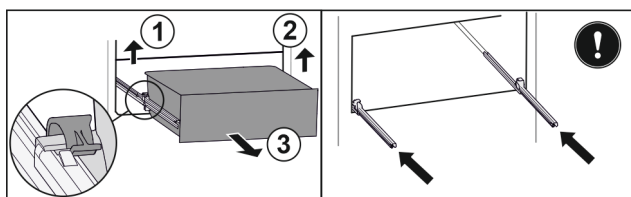

Fig. 211
- ▶ Приподнимите левый зажим и одновременно вытяните движением вперед выдвижной ящик слева. Fig. 211 (1)
- ▶ Приподнимите правый зажим и одновременно вытяните движением вперед выдвижной ящик справа. Fig. 211 (2)
- ▶ Извлеките выдвижной ящик движением вперед. Fig. 211 (3)